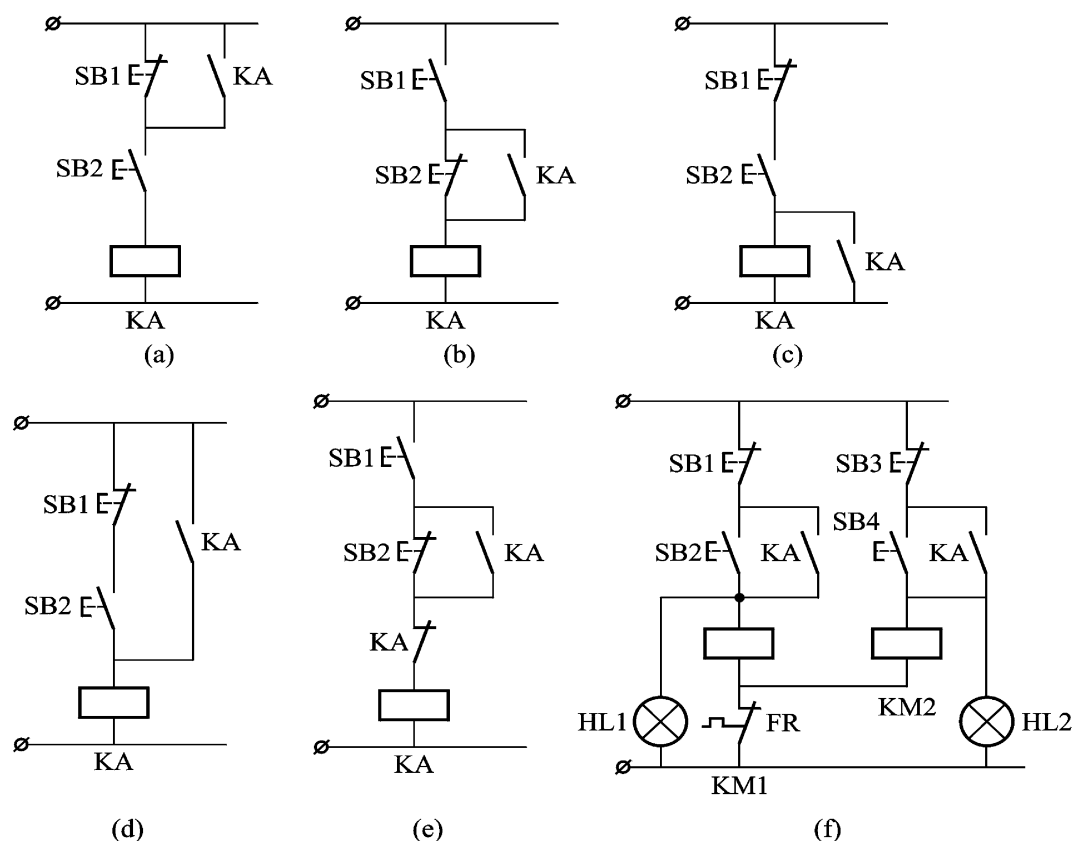

图7-17
8. 分析图7-17所示电路运行的结果，指出存在的错误之处，并请更正。